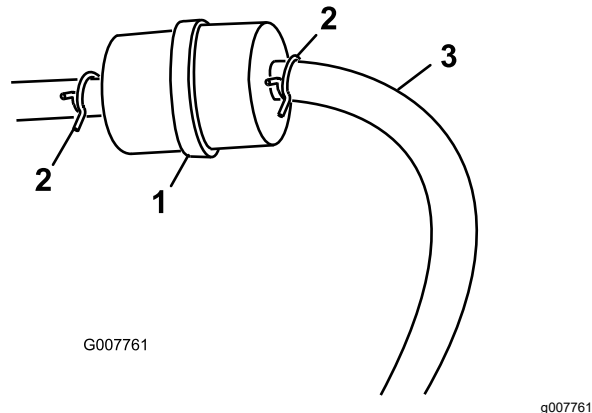

图 23
3. 将软管夹的两端挤压到一起将它们滑离滤清器图 23。
5. 安装新的滤清器并将软管夹移近滤清器图 23。
3. 松开燃油滤芯上的软管夹、沿燃油管向上滑动、使之离开燃油滤芯图 23。
4. 从燃油滤芯上断开燃油管图 23。
**注意** 让燃油排入燃油容器或放油盘图 23。
5. 将燃油管安装到燃油滤清器上。将软管夹滑近燃油滤清器固定燃油管（图 23）。